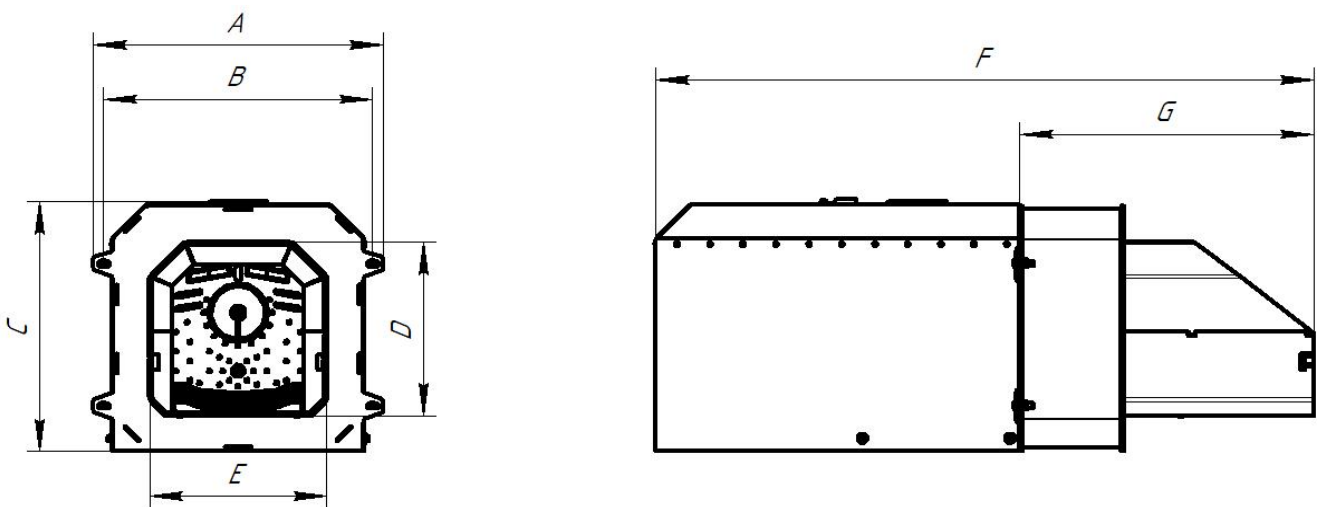

Рисунок 2 – Приєднувальні та габаритні розміри пальника
5. Виміряти і відрегулювати довжину пристрою подачі пелет, не забуваючи при цьому, що кут між підставою і трубою пристрою подачі не повинен перевищувати 45° (див. рисунок 2, 3).
6. За необхідності підвісити пристрій подачі на ланцюжку чи встановити опору (див. рисунок 2, 3).